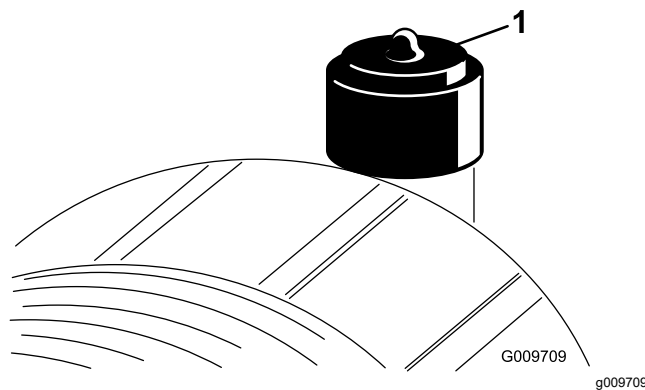

Рисунок 55
Элемент воздухоочистителя следует обслуживать только при соответствующем показании индикатора засорения (Рисунок 55). Более частая замена элемента воздухоочистителя (без необходимости) ведет лишь к повышению вероятности попадания грязи в двигатель при снятии элемента.
2. Сбросьте индикатор засорения (Рисунок 55), если он стал красным.